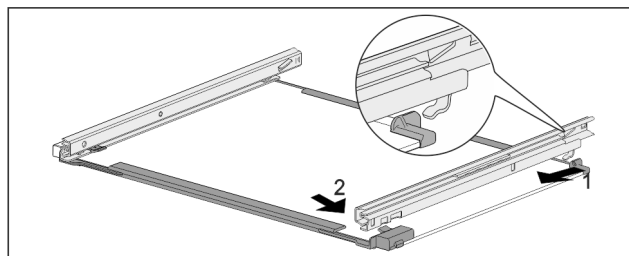

Fig. 181 Glasplade med skinner
- ▶ Fastgør skinnen bagtil. Fig. 181 (1)
- ▶ Lad skinnen gå i indgreb foran. Fig. 181 (2)